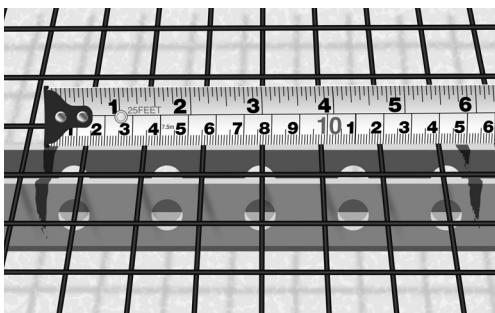

Fig. 15. Marker senteravstanden (CC) på kyllingnettet
4. Marker den beregnede senteravstanden (CC) på kyllingnettet (fig. 15). Varmekablene må legges parallelt med bjelkelaget.